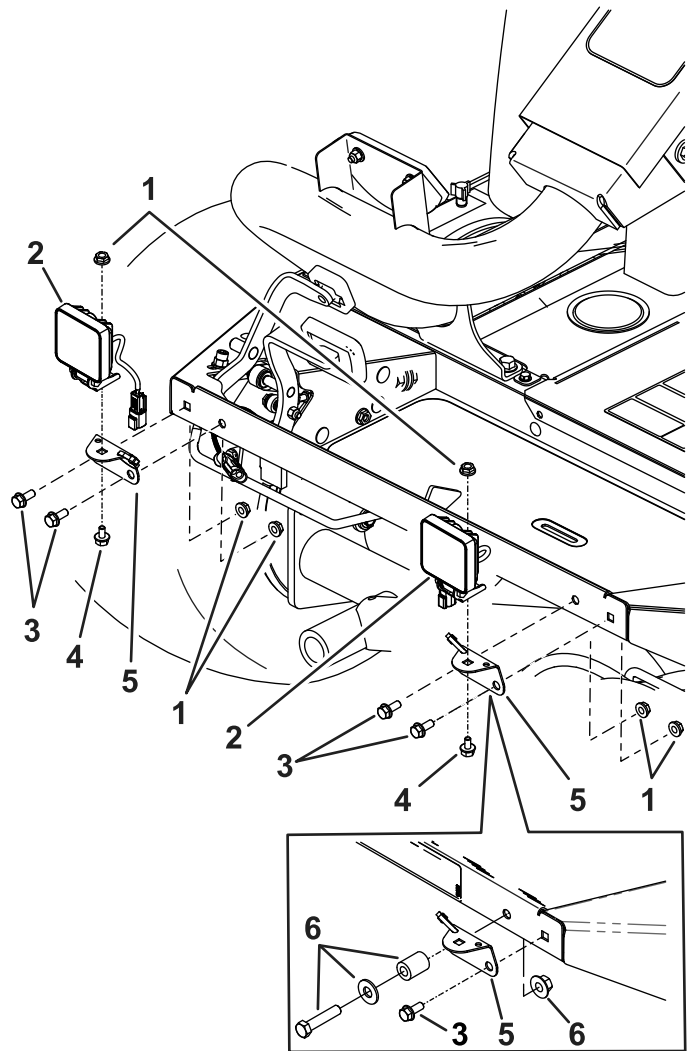

图 4
1. 对于 Reelmaster 3100 机器，使用 4 个六角头凸缘螺栓 (5/16 x 3/4 英寸) 和 4 个锁紧螺母 (5/16 英寸) 将灯具支架安装到脚踏板的前部；请参阅图 4。
2. 对于 Groundsmaster 3500 机器，使用 2 个六角头凸缘螺栓 (5/16 x 3/4 英寸)、2 个锁紧螺母 (5/16 英寸) 以及现有的五金件和隔片将灯具支架安装到脚踏板的前部；请参阅图 4。
3. 用 2 个螺栓 (5/16 x 1/2 英寸) 和 2 个锁紧螺母 (5/16 英寸) 将 2 个灯具安装到支架；请参阅图 4。